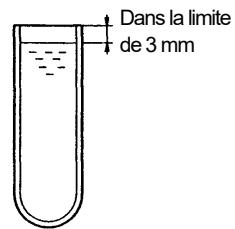

Fig. 3-3 Tube de remplissage pour rotor oscillant
- 2) Équilibrer les tubes (disposés symétriquement) à 0,2 g près. Si vous utilisez les centrifugeuses des séries CS150NX et CS-FNX/CS-GX II /CSGXL/CS-GX, utilisez des tubes d'équilibrage selon les Fig. 3-3 et 3-4.